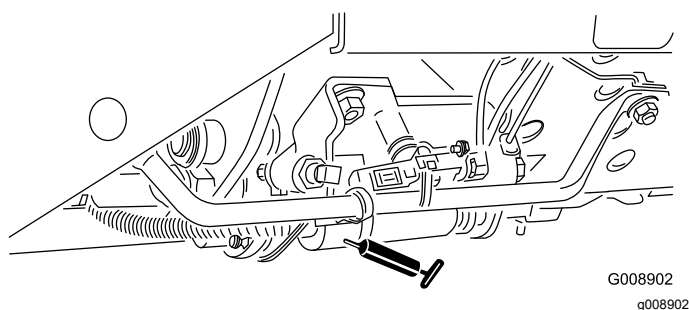

Рисунок 61
- Ползунок режима скашивания/транспортировки (Рисунок 61)